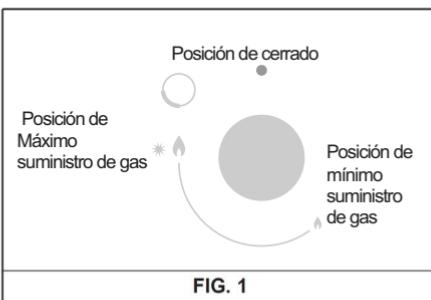

FIG. 1
- Apretar el mando correspondiente al quemador que se desea usar y girarlo hacia la izquierda, hasta la posición de Máximo (llama grande fig. 1), y acercar una cerilla encendida al quemador.
Apretar el mando correspondiente al quemador que se desea usar y girarlo hacia la izquierda, hasta la posición de Máximo (llama grande fig. 1), y apretar y soltar el pulsador de encendido "E".
Apretar el mando correspondiente al quemador que se desea usar y girarlo hacia la izquierda, hasta la posición de Máximo (llama grande fig. 1), y apretar el mando a fondo.
Con los quemadores dotados con termopar de seguridad, se tiene que girar el mando del quemador que se desea usar hacia la izquierda, hasta la posición de Máximo (llama grande fig. 1), en la cual se nota un tope; luego, hay que apretar el mando y repetir las operaciones anteriores.
Cuando el contenido de la olla empieza a hervir, poner el mando en la posición de Mínimo (llama pequeña fig. 1)
- Los quemadores con termopar de seguridad sólo se pueden encender cuando el mando está en la posición de Máximo (llama grande fig. 1).